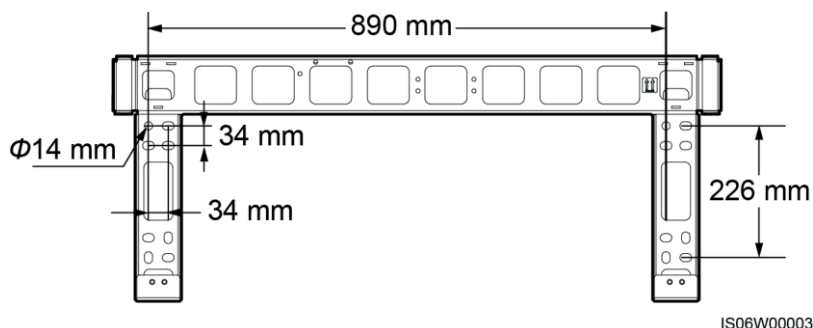

Figura 5.9: Dimensões do suporte de montagem.
**Figura 5.9** mostra as dimensões do suporte de montagem do SIW500H.